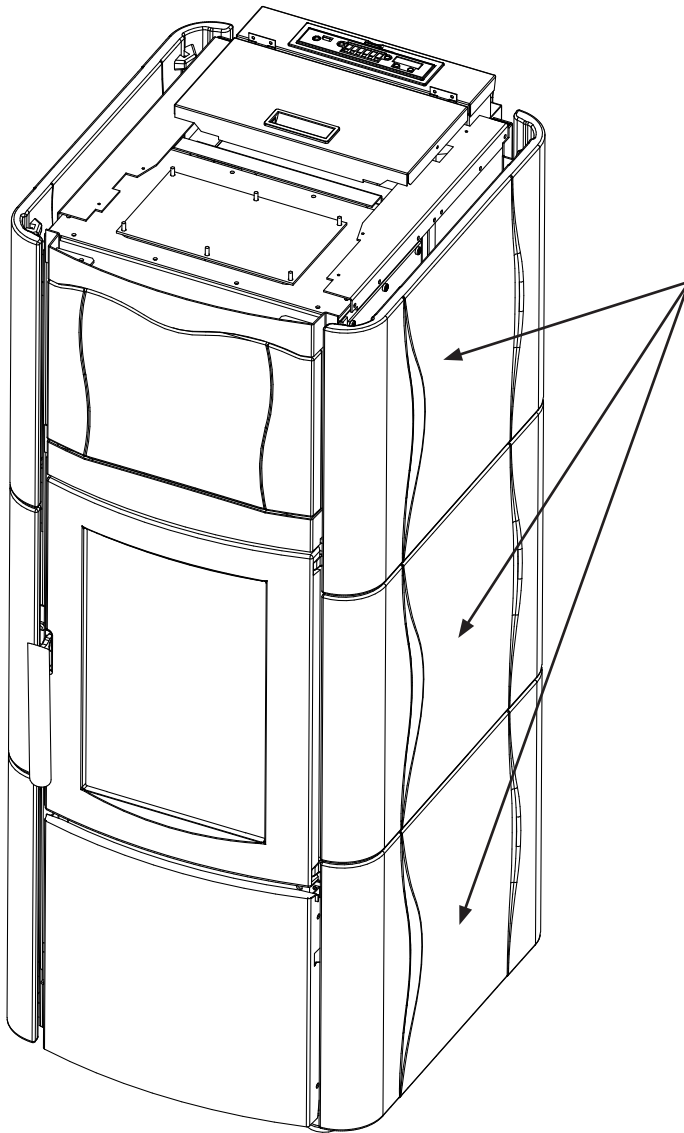

figure 10.3
1. appuyer vers le bas le portillon inférieur et le tourner vers l'extérieur (figure 10.3)